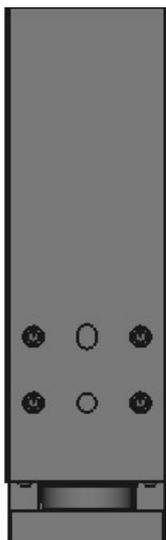

Abbildung 5 Montage LFUXXF
- Für Die LFUXXF besteht auch die Möglichkeit einer Anbindung ohne Profilbefestigungen, siehe Abbildung 5 „Montage LFUXXF“.